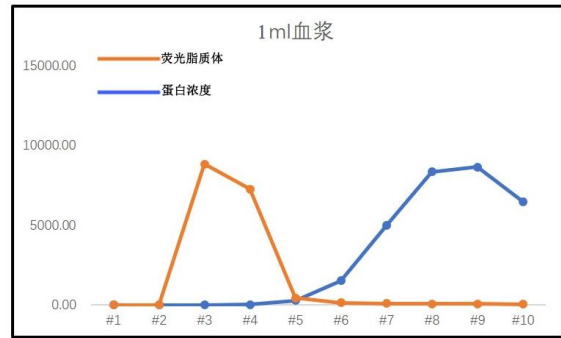

图 1. Exosupur®分离荧光脂质体和杂蛋白的效果
1. 将 30-120nm 直径的 FITC 标记人造荧光囊泡添加到人血浆中, 1ml 血浆样本进行排阻分离操作。通过 BCA 测定 Exosupur®排阻柱的各个馏分的蛋白浓度, 通过 qubit 测定各个馏分的囊泡荧光强度, 如图 1 所示。
从图 1 中可以看出: